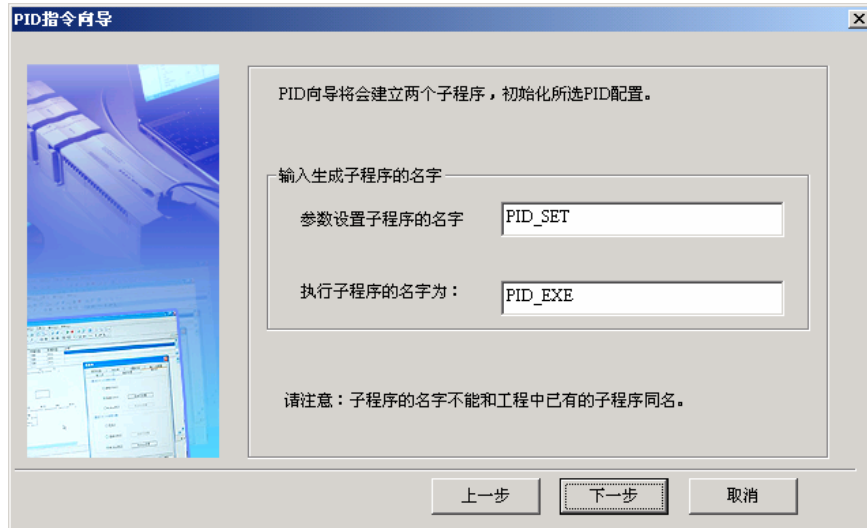

图6-23 输入子程序名字界面
7. 单击下一步，出现图 6-23 所示对话框。输入初始化子程序和执行子程序的名字